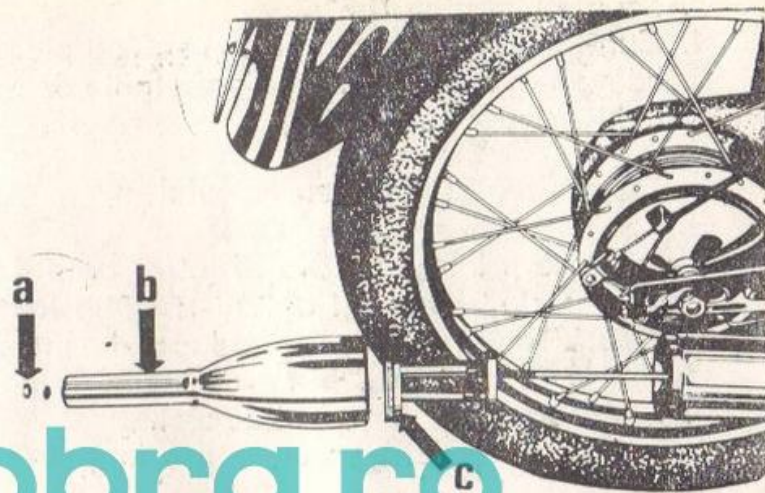

Fig. 43.
1. Demontați piulița „a” din fig. 43.